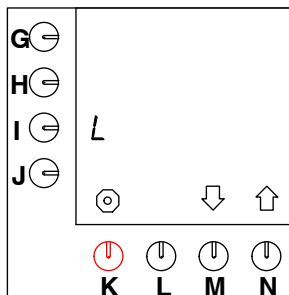

Fig. 22 Standardenheten = L (liter)
- Detta är standardinställningen (fig. 22).